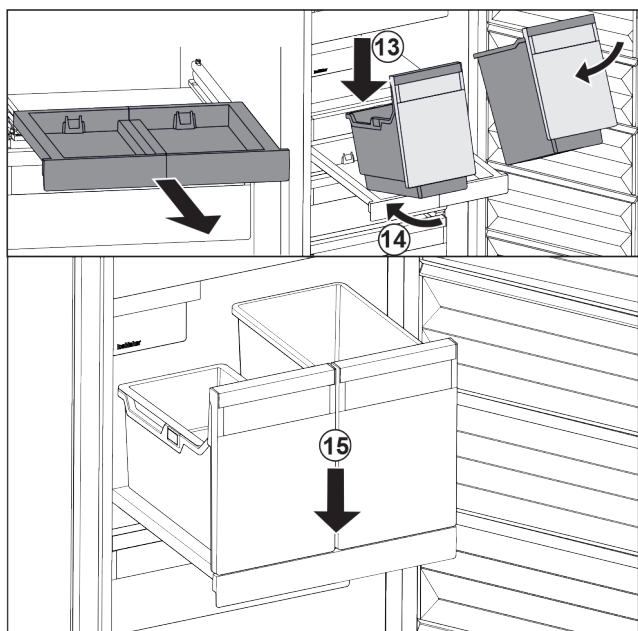

Fig. 100
- ▶ Colocar los recipientes inclinados sobre el estante extraíble. Fig. 100 (13)
- ▶ Introducir los recipientes inclinados hacia atrás. Fig. 100 (14)
- ▶ Depositar los recipientes por delante. Fig. 100 (15)